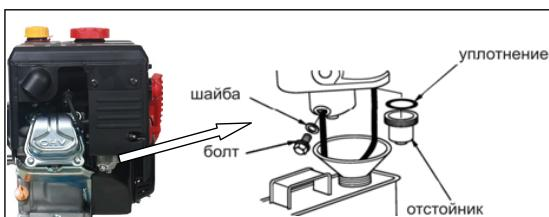

Рис. 47
1. Снимите крышку бензобака и извлеките сетчатый фильтр (рис. 47).